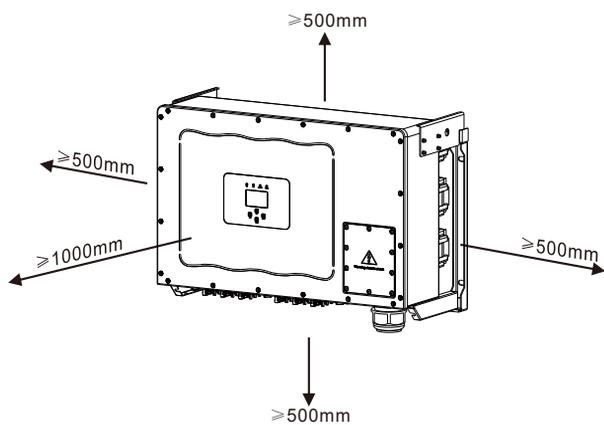

图4.3 安装间隙
- 如果安装多个逆变器，则相邻逆变器之间必须至少留有500mm的间隙。逆变器的上下方均应有至少500mm的空隙。而且逆变器应该在儿童接触不到的地方。参见图4.3。